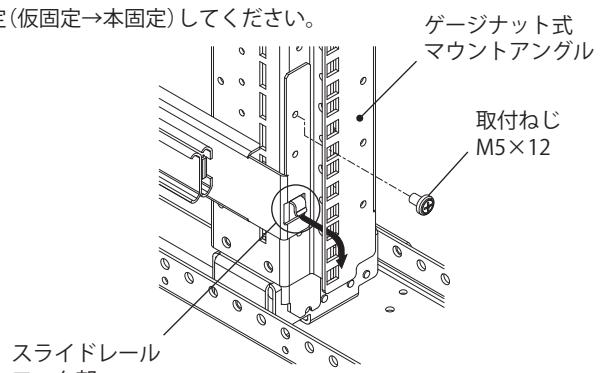

図4 スライドレール取付
- スライドレールの可動部を前へ出し、長さ調整用ねじを緩めてください。(図4)